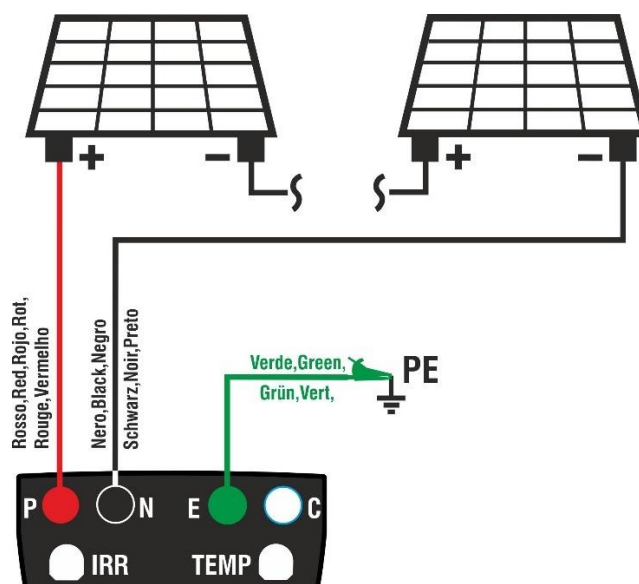

Fig. 4: Conexión instrumento en la función DMM
2. Conecte el instrumento a la string FV en pruebas como se muestra en la Fig. 4